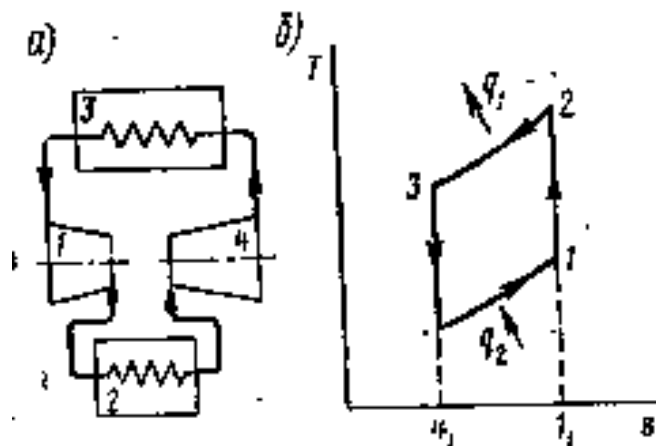

Рис. 1. а) - схема; б) - изображение цикла
*Решение.* Цикл рассматриваемой холодильной установки изображен на рис. 1. Температуру воздуха, поступающего в холодильную камеру, определим из соотношения между параметрами состояния в адиабатном процессе 3-4